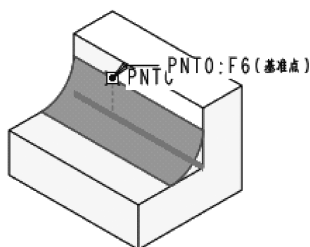

图 7-80 通过参照的圆角
(1) 通过选择参照确定圆角半径。如图 7-80 所示，已经在模型上创建了一个参照点“PNT0”，可以通过此点确定圆角大小。在【集】下滑面板的【半径方式】下拉列表框中选择【参照】选项，在模型中选取基准点“PNT0”作为按照，可以生成圆角。